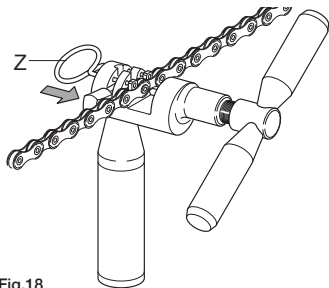

Fig.18
- Bloccate la maglia tramite l'apposito dispositivo di blocco (Z - Fig. 18).